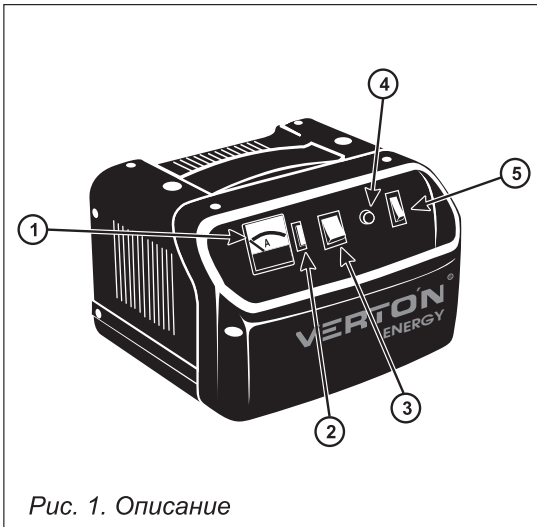

Рис. 1. Описание
#### 4. ОПИСАНИЕ (рис. 1)
• Установите на панели управления нужный режим заряда (см. рис. 1):